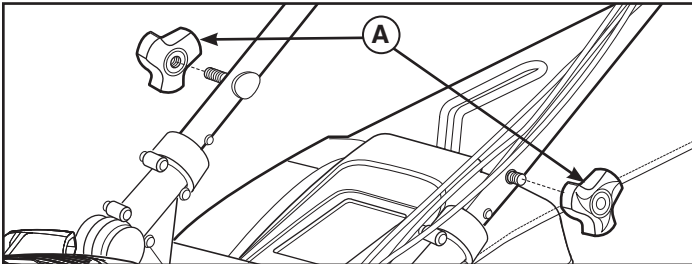

Figura 7
1. Allentare i pomelli dell'impugnatura inferiore (**A**, Figura 7) alle staffe di sinistra e destra dell'impugnatura.